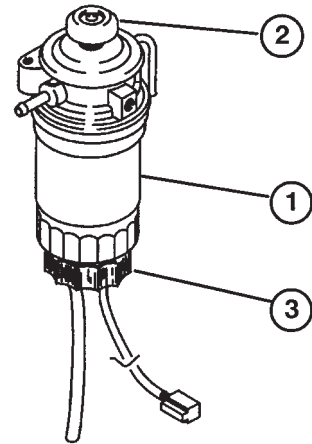

Bild 6
3. Öffnen Sie die Verschlusschraube am Kraftstofffilter/Wasserabscheider um ca. eine volle Umdrehung und lassen das angesammelte Wasser ab. Betätigen Sie bei Bedarf die Ansaugpumpe, um Wasser abzulassen (Bild 6). Ziehen Sie danach die Verschlusschraube wieder fest.